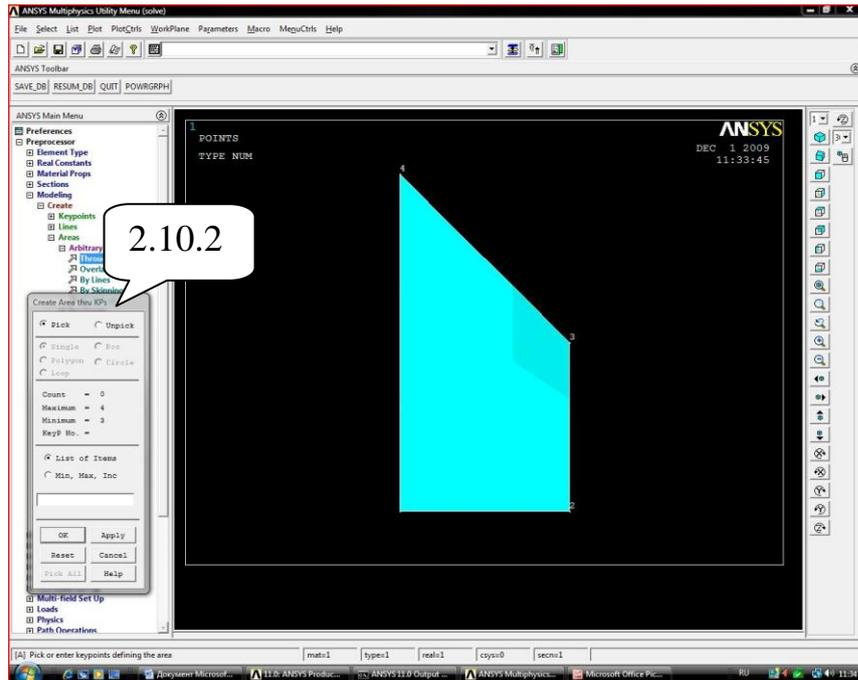

Рисунок 1.9 – Создание поверхности по точкам
2.10.3 Последовательно в порядке возрастания номеров выберите курсором созданные точки (рисунок 1.9).